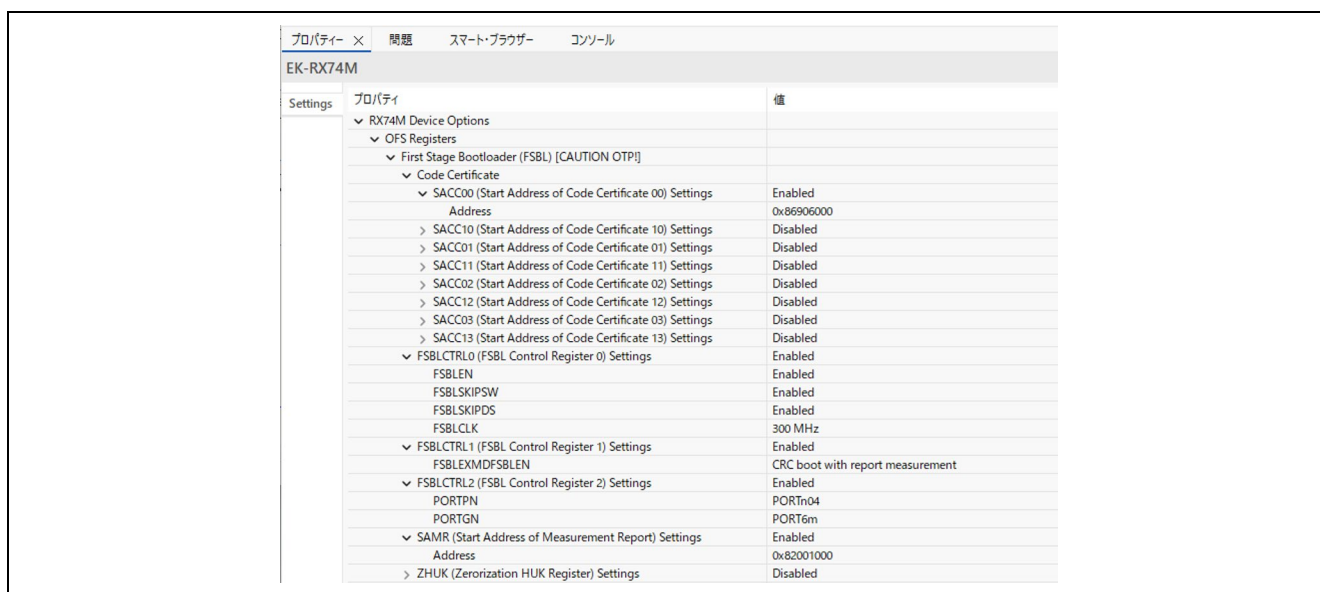

図3-1 CRC ブート用の FSBL 設定
- 図3-1と図4-6にコード証明書プログラミングの位置の構成例を示しています。特定のアプリケーションでは必要に応じて調整してください。
CRC ブートを使用する Blinky プロジェクト(`blinky_crc_boot_rx74m_ccrx`)は、FSP の Blinky プロジェクトを元に作成したプロジェクトです。FSBL を有効にするため、図3-1のように FSBL Execution Mode を **CRC boot with report measurement** に設定します。また、エラーレポート用端子として P604 端子も設定しています。